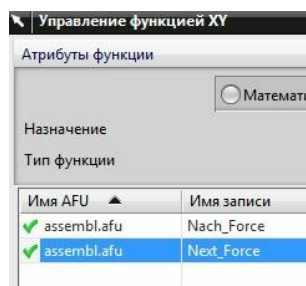

рис.100
- В этом примере, чтобы попасть шайбой в ворота, необходимо правильно задать действующие на неё силы (рис.100).